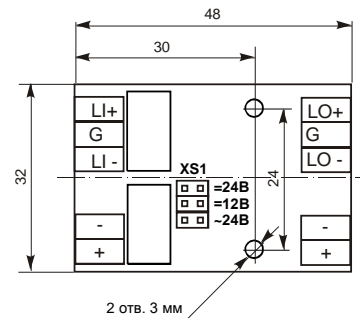

Рис.1. Схема расположения элементов настройки и коммутации УЗЛ ASP-1-12/24.
4.1.Перед подключением УЗЛ необходимо определить место его установки и закрепить так, чтобы был обеспечен доступ к подводимым кабелям, клеммным колодкам и элементам настройки. Схема расположения элементов настройки и коммутации УЗЛ приведены на рис.1. Установочные размеры монтажной коробки приведены на рис.2. Структурная схема подключения УЗЛ приведена на рис.3.